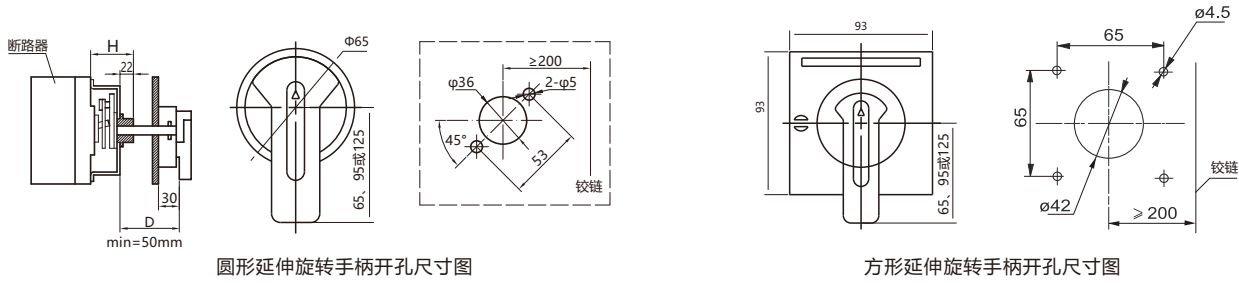

图5 手动操作机构尺寸图
□ 手操机构安装时先按图示尺寸开孔,在开关柜门板上当转动手柄“OFF”指示在水平位置时固定好柄。然后试着操作手柄，转动应灵活自如，并且手柄在水平位置时断路器应分闸，手柄在垂直位置时断路器应合闸。具体见图5和表7。